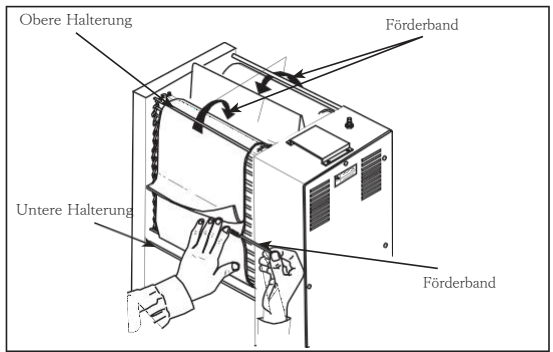

Abbildung 4
6. Bringen Sie ein neues Förderband so an, dass das abgedeckte Ende natürlich von oben nach unten hängt. Richten Sie die Schnalle aus und setzen Sie den Verschluss ein. (Abbildung 4)